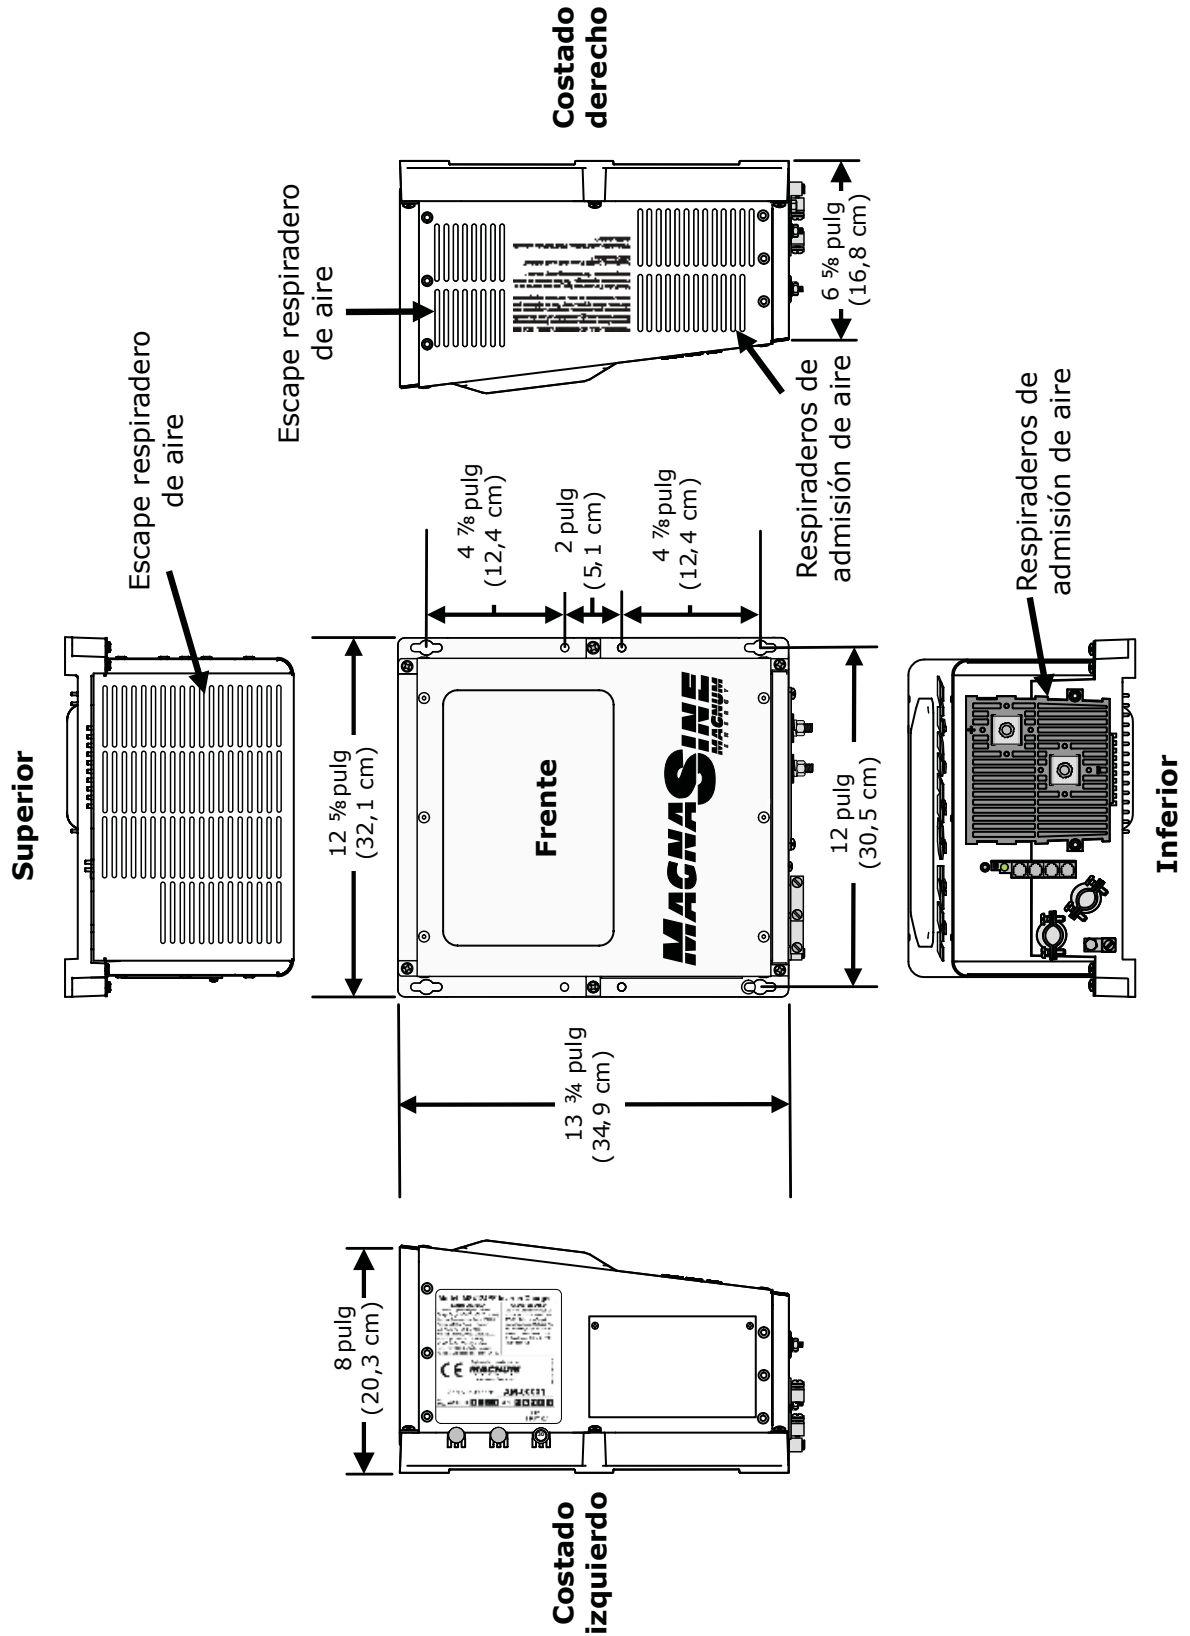

Ilustración 2-3, Dimensiones y referencia lateral de la serie MS-PE
- 9** **Respiraderos de admisión de aire:** aberturas de ventilación para atraer aire al interior, para ayudar a mantener refrigerado el inversor para un funcionamiento máximo. Los respiraderos de admisión de aire se encuentran en la parte frontal y en la parte delantera del lado derecho; consulte la Ilustración 2-3 para la ubicación de los respiraderos de aire.
Accesible: No obstruya el acceso al control remoto y puertos de accesorios del inversor, así como a los controles del inversor y el indicador de estado. También permita espacio suficiente para acceder a las terminales y las conexiones del cableado de CA y CC, ya que tendrán que ser revisados y apretados periódicamente. Consulte la Ilustración 2-3 para las dimensiones del inversor/cargador serie MS-PE.
Después de determinar la posición de montaje, consulte las dimensiones físicas, como se muestra en la Ilustración 2-3, o use la base del inversor como plantilla para marcar las ubicaciones de los tornillos de montaje. Después de marcar las ubicaciones de los tornillos de montaje, monte la unidad con los accesorios de montaje adecuados.